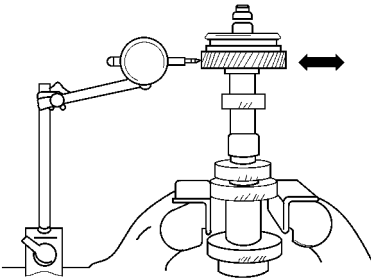

图 10-20 用千分表测量中间轴 5 挡齿轮油隙
(1) 测量中间轴 5 挡齿轮的油隙。在中间轴齿轮上装上隔套、滚针轴套和中间轴 5 挡齿轮，使用千分表测量其油隙，如图 10-20 所示。